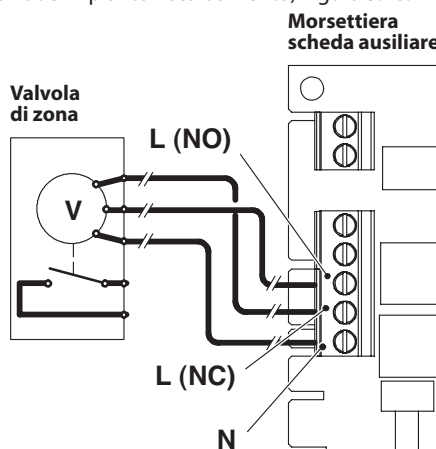

Figura 5.26
mune), **L (NO)** linea 230V ~ (valvola apre impianto riscaldamento), **L (NC)** linea 230V ~ (valvola chiude impianto riscaldamento) Figura 5.26.